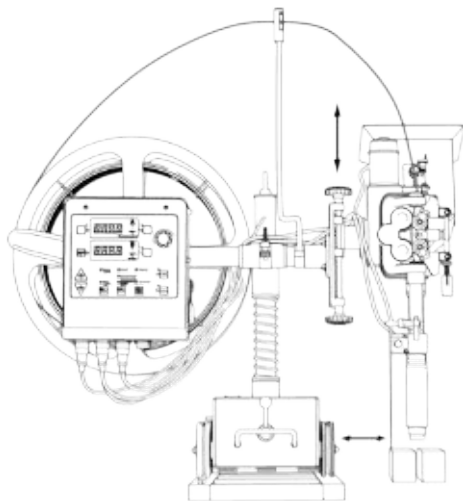

Рис. 8.5. Положение сварочного трактора относительно изделия.
4. В з висимости от того, с к кой стороны от св рочного тр ктор н ходится место св рки, выст вьте положение св рочной головки (см. рис. 8.5).